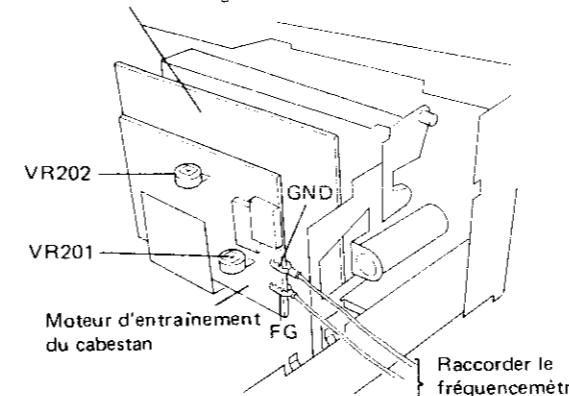

Fig. 12-5 Réglage de la vitesse de rotation rapide de déroulement de d'enroulement
- Brancher un mesureur de fréquence entre les bornes FG et GND sur l'ensemble de contrôle du tambour de moteur. Voir Fig. 12-5.